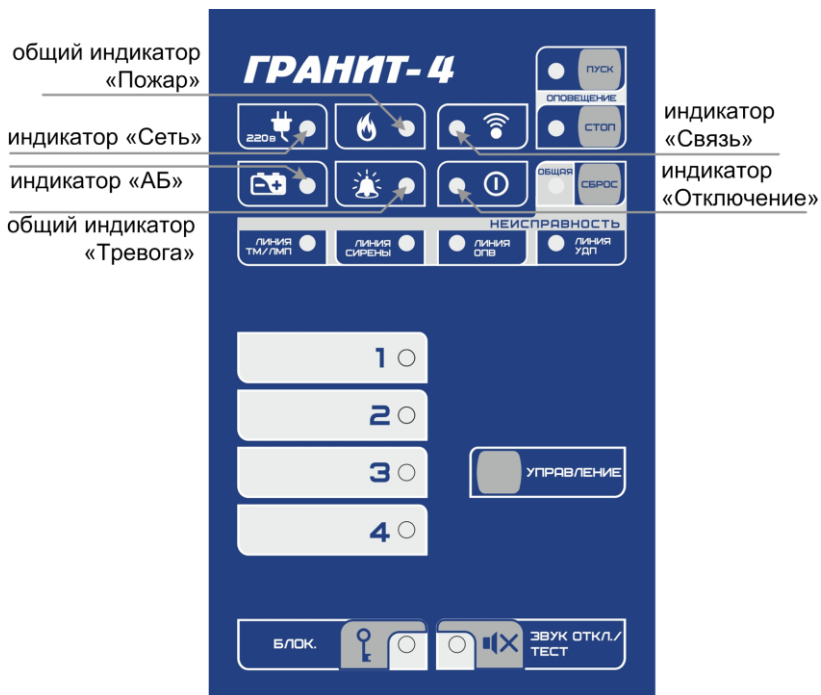

Рис.2 Панель индикации и управления прибора Гранит-4
Прибор состоит из корпуса и съёмной крышки. В корпусе расположены плата контроллера и плата источника питания (рис.1). На плате контроллера установлена панель индикации и управления (рис.2),
**3.2 На панель индикации и управления** прибора (см. рис.2) выведены: